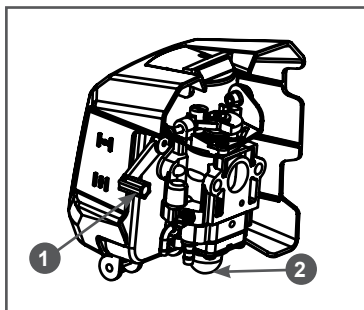

Рис. 8 Расположение рычага управления воздушной заслонкой и ручного топливного насоса
- Прокачайте топливо через карбюратор. Для этого нажимайте (примерно 5-10 раз) на ручной топливный насос до появления в насосе топлива и возникновения сопротивления при нажатии. Насос 2 находится в нижней части карбюратора под корпусом воздушного фильтра (Рис. 8).
6. Закройте воздушную заслонку. Для этого рычаг 1 управления воздушной заслонкой (Рис. 8) установите в верхнее положение (положение «OFF»).